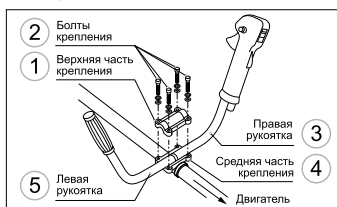

рис. 2
1. Снимите верхнюю часть крепления рукояток (1, рис. 2), выкрутив 4 винта 2 (рис. 2). Установите рабочие рукоятки (3 и 5, рис. 2). Правая рукоятка (3, рис. 2) снабжена органами управления двигателем, рукоятки должны быть направлены в сторону редуктора.